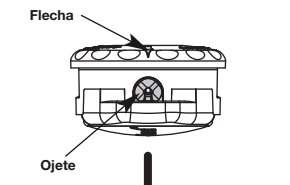

Fig. 20
- Alinee las flechas de la perilla del cabezal de corte con los ojetes de la bobina exterior, si ya no están listos (Fig. 20)